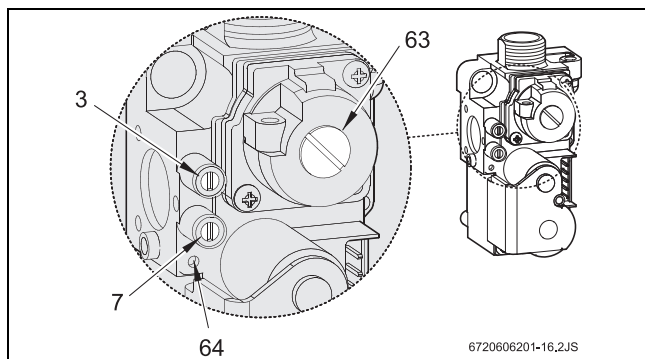

Fig. 26 Cuerpo de gas
- ▶ Desmontar la cubierta del tornillo de ajuste del gas (63) (Fig. 26).
- ▶ Tratándose de gas natural: ajustar el consumo MAX con el tornillo de ajuste (63) (Tab. 10).